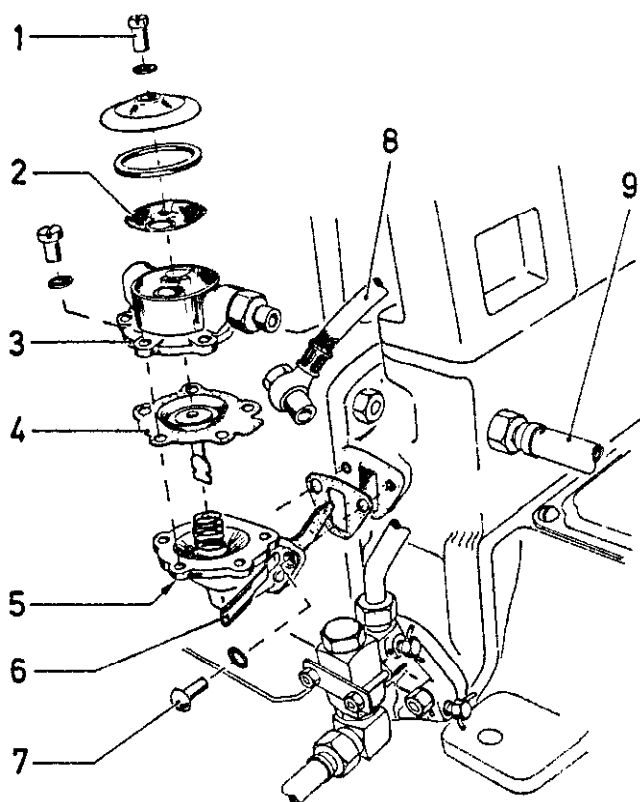

Fig. 55
2. Filteret utluftes ved å løse mutteren på lekkoljerøret (1) tre tørn.
Pump med håndmateren (fig. 55, pos. 6) på fødepumpen til oljen renner ut fra filteret uten bobler.
3. Luft oljeslangen (2) til innsprøytingspumpen ved å løse hulskruen (4) tre tørn og pump med håndmateren til oljen renner fritt uten bobler.